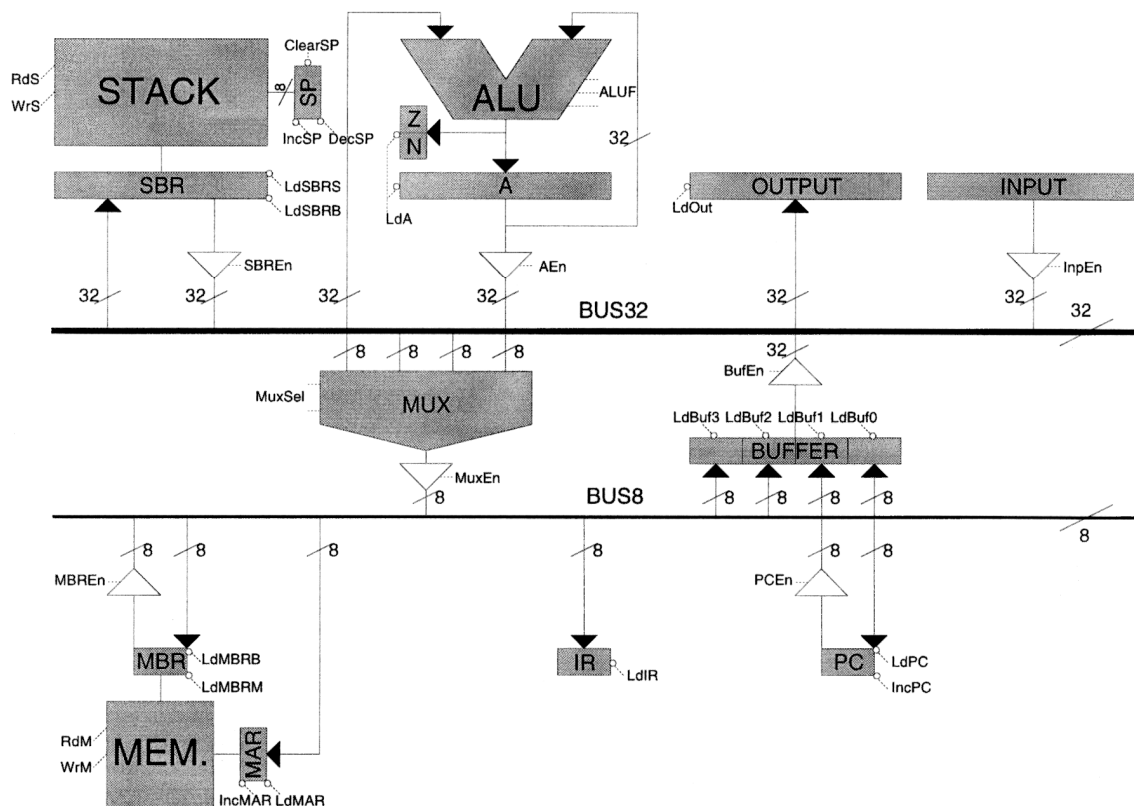

Figura 9. Camino de datos de la calculadora del problema 12.
12. La calculadora programable cuyo camino de datos se muestra en la Figura 9 tiene una memoria de 256 bytes para datos de 32 bits e instrucciones, y una pila de 256 palabras de 32 bits para almacenar resultados intermedios. Dispone de las siguientes instrucciones de dos bytes: